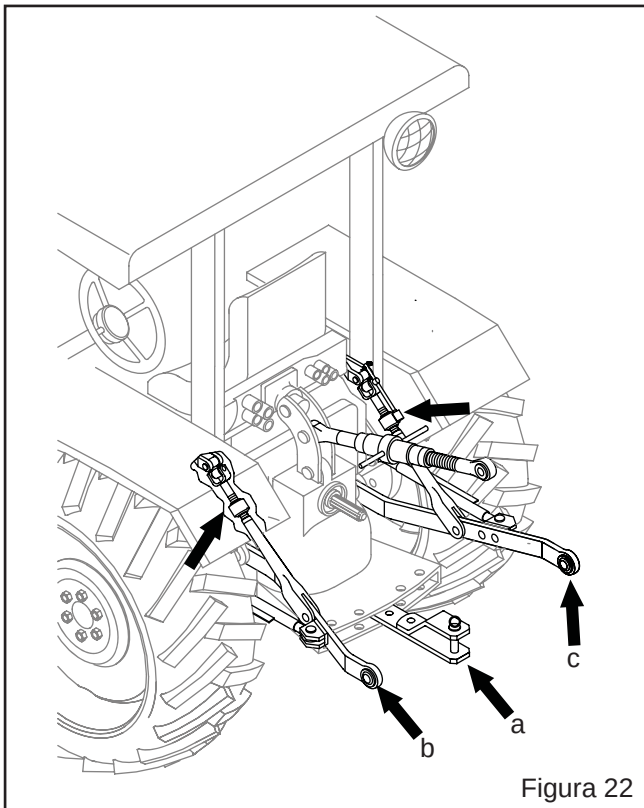

Figura 22
- b) Retire o braço do terceiro ponto ("a" Figura 22) e acople na torre do implemento.
- d) Acople o braço do primeiro ponto ("b" Figura 22) no orifício de engate do lado esquerdo do implemento, coloque o pino trava.
- e) Acoplar no trator o braço do terceiro ponto ("a" Figura 22) que já está acoplado na torre do implemento. Use a regulagem do comprimento do braço do terceiro ponto, coloque o pino trava.
- f) Acoplar o braço do segundo ponto ("c" Figura 22) no orifício de engate do lado direito do trator. Use o extensor e mecanismo de regulagem do comprimento do braço, coloque o pino trava.